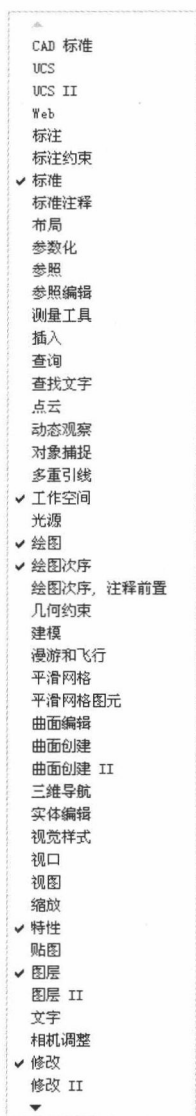

图 1-11 单独的工
① 调出工具栏。将光标放在任一工具栏的非标题区，右击，系统会自动打开单独的工具栏标签，如图 1-11 所示。单击某一个未在界面显示的工具栏名，系统会自动在界面打开该工具栏。反之，关闭工具栏。